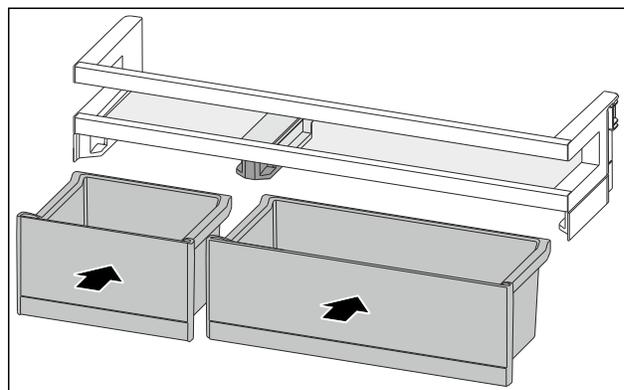

Fig. 82
- ▶ Installer les VarioBoxes dans l'agencement inverse. (voir Fig. 82)